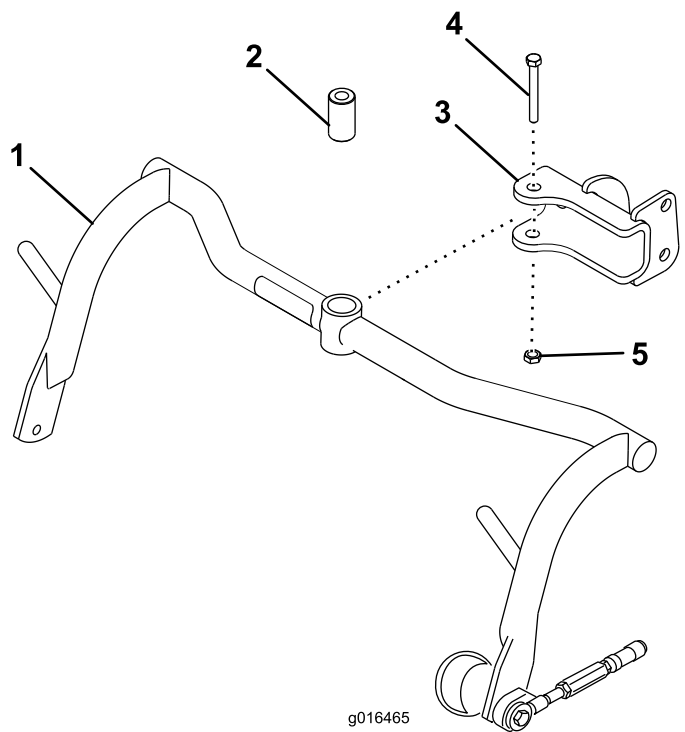

图8
1. 用隔片、螺栓 $\frac{1}{2}$ x 3 $\frac{1}{4}$ 英寸和锁紧螺母 $\frac{1}{2}$ 英寸将承载架组件安装到各个 U 形销上请参阅图8。上紧扭矩至 91113N·m。